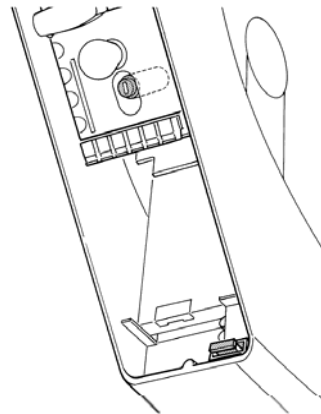

Рис. 15
- Убедитесь, что на привод Soon приходит питающее напряжение 230 в. Проверьте, чтобы предохранители F1 и F2 (Рис. 15) были исправными; если это не так, выявите причину неисправности и замените предохранители на исправные.